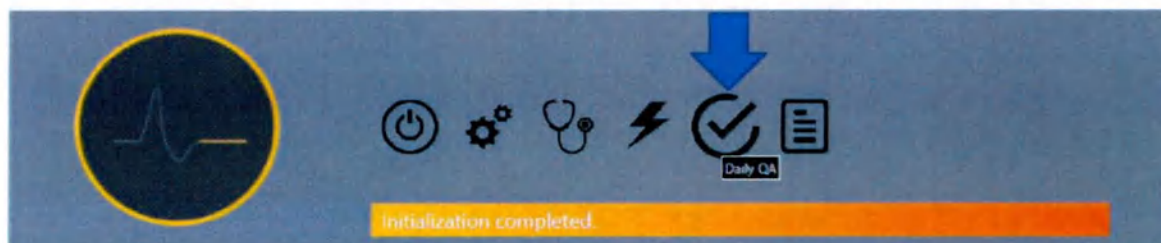

Рисунок 3-11. Панель управления системой, на которой отображается пиктограмма Daily QA (Ежедневное обеспечение качества)
12. Щелкните по пиктограмме **Daily QA** (Ежедневное обеспечение качества) на панели управления (см. рис. 3-11). Выберите страницу **F Bracket** (F-образный кронштейн).
7. Используйте выносной пульт управления, чтобы переместить кушетку в положение изоцентра и закрыть дверцу и кожух. Или же щелкните по пиктограмме **Daily QA** (Ежедневное обеспечение качества) на панели управления (см. рис. 3-11), после чего щелкните по странице **Daily QA** (Ежедневное обеспечение качества) и вкладке **Table and Gantry** (Стол и штатив) (см. рис. 3-12). Щелкните по кнопкам **Move To Iso** (Переместить в изоцентр), **Close Door** (Закрыть дверцу) и **Close Shell** (Закрыть кожух).